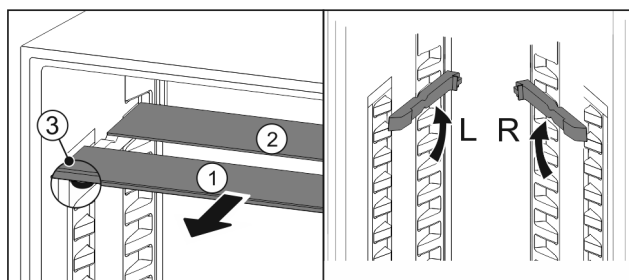

Fig. 127
- ▶ Steklene plošče posamično izvlecite Fig. 127 (1) naprej.
- ▷ Steklena plošča Fig. 127 (1) z okrasno letvijo je spredaj.
- ▷ Zaustavljalniki Fig. 127 (3) so obrnjeni navzdol.